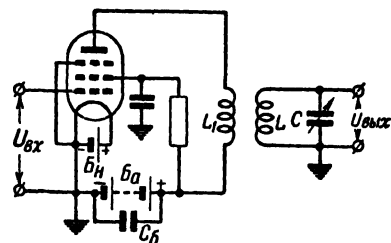

Рис. 5. Трансформаторная схема усилителя высокой частоты.
**Трансформаторная схема.** Большое применение имеет еще одна схема каскада усиления высокой частоты, называемая *трансформаторной* (рис. 5). В ней анодная цепь усилителя высокой частоты связана с последующим каскадом с помощью трансформатора высокой частоты, состоящего из катушек  $L$  и  $L_1$ . Катушка  $L$  входит в состав резонансного контура, который обычно является сеточным контуром следующего каскада. Катушки  $L$  и  $L_1$  располагаются всегда неподвижно одна относительно другой, например наматываются рядом на один каркас.